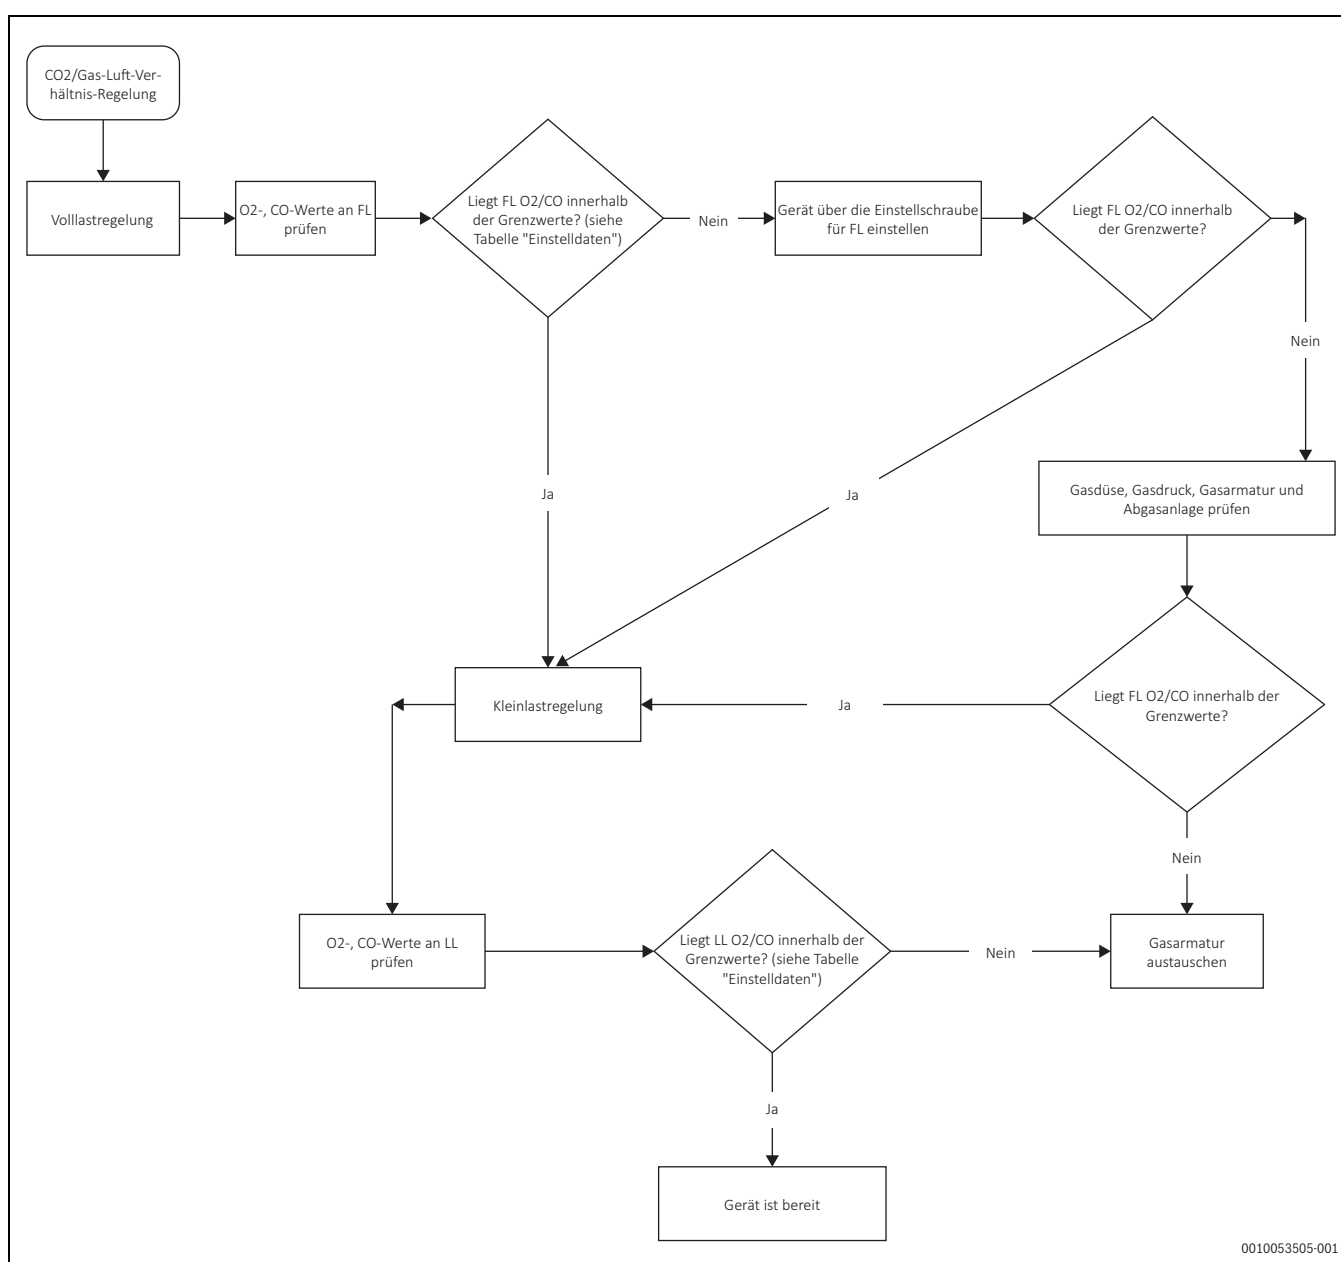

Bild 33 Ablaufdiagramm Einstellanleitung
Die Einstellschraube des Geräts wurde werkseitig verplombt. Hier sind keine Einstellungen vorgesehen. Bei defekter Plombe entsprechend der Einstellanleitung vorgehen (→ Bild 33 "Ablaufdiagramm Einstellanleitung").
- ▶ Bevor Einstellungen an der Gasarmatur vorgenommen werden, Schritte aus der Einstellanleitung laut Ablaufdiagramm (→ Bild 33 "Ablaufdiagramm Einstellanleitung") ausführen.